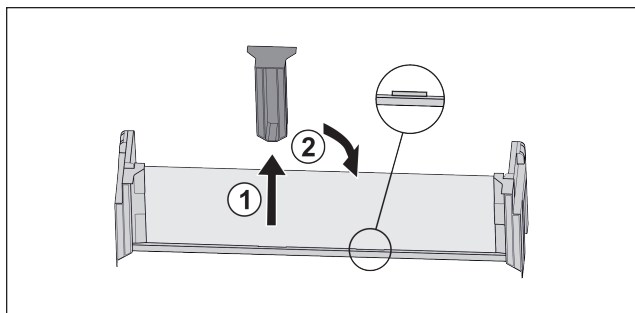

Fig. 29
- 拉出中间的定位件 Fig. 29 (1)。
- 将中间的定位件插入第二个位置 Fig. 29 (2)。